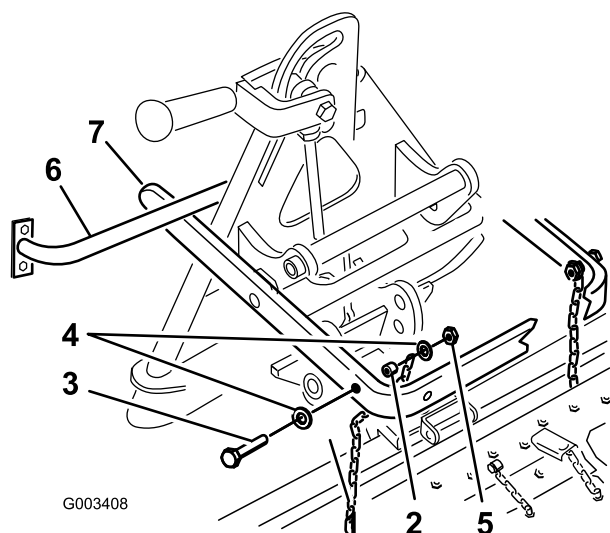

図 6
**重要** 昇降アーム・アセンブリの長いアームが、トラクションユニットの後フレーム・アセンブリの下に来るのが正しい位置です (図 6)。